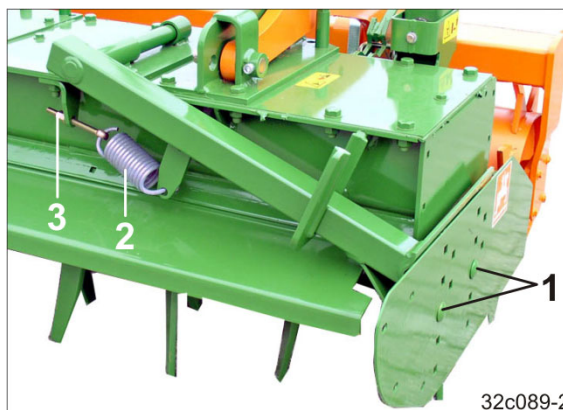

Рис. 88
Боковой щиток закреплен двумя винтами с потайной головкой (Рис. 88/1). Высота щитка регулируется.
2. Отрегулируйте натяжение пружины (Рис. 88/1), вращая гайку (Рис. 88/2).